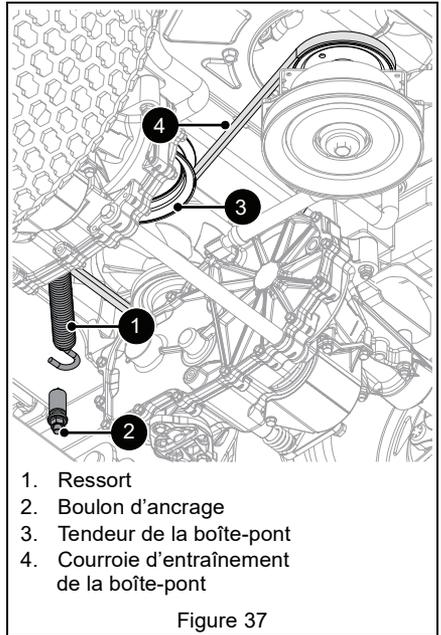

Figure 37
3. Sous la machine, retirer lentement le crochet du ressort du boulon d'ancrage pour libérer la tension du tendeur de la boîte-pont. Voir Figure 37.